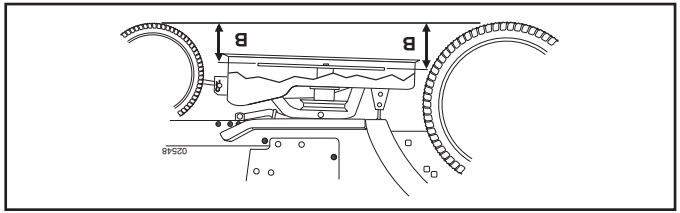

Fig. 37
**AJUSTEMENT AVANT/ARRIÈRE (Voir les Figs. 37 et 38)**